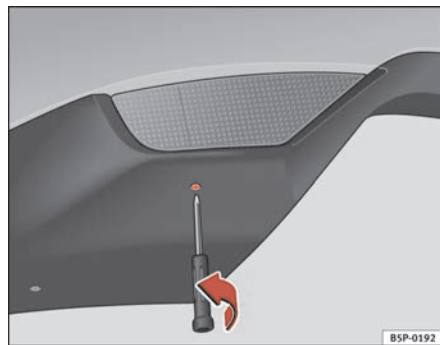

Fig. 194 Vista dal basso dell'indicatore montato nel paraurti
- Inserire il cacciavite con la punta a stella nella fessura della parte inferiore dell'indicatore e svitare la vite girando nel senso della freccia ⇒ fig. 194.